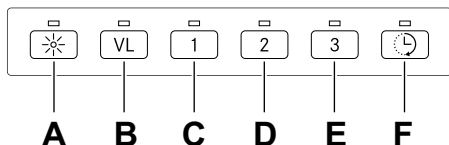

Fig. 10
1. Åbn programmering: Hold knap A og B nede i 3 sekunder, så de begge blinker 3 gange, se Fig. 10. Programmeringstilstanden er nu aktiv i 30 sekunder.
3. Gem programmeringen: Hold knap A og B nede i 3 sekunder, se Fig. 10. Knap A og B blinker 2 gange for at bekræfte, at programmeringen er gemt.